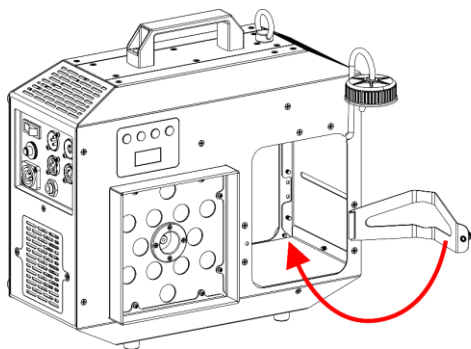

Fig. 10
- 05) Inclinare la **staffa per il serbatoio dei liquidi (03)**, come mostrato nella Fig. 10.